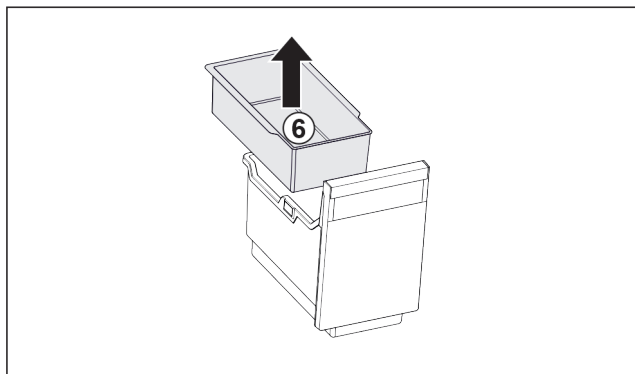

Fig. 105
- ▶ Võtke riputusliud Fig. 105 (6) välja.